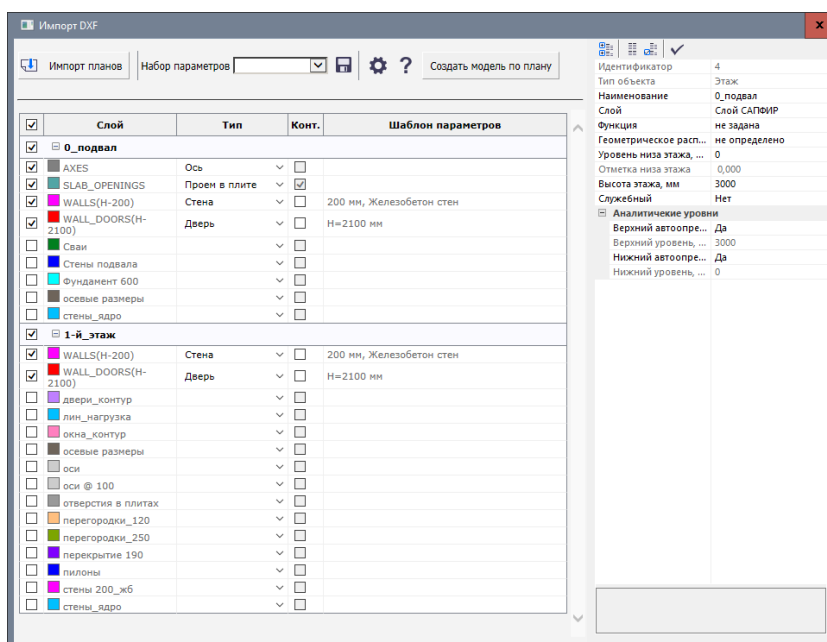

Рис.14.21. Диалоговое окно **Импорт DXF**
- В открывшемся диалоговом окне **Импорт поэтажных планов** выберите файлы **0\_подвал.dxf** и **1-й\_этаж.dxf** (удерживая нажатой клавишу **Shift**) и щелкните кнопку **Открыть**. Планы загрузятся в модель и станет доступным диалог назначения параметров **Импорт dxf** (рис.14.21).